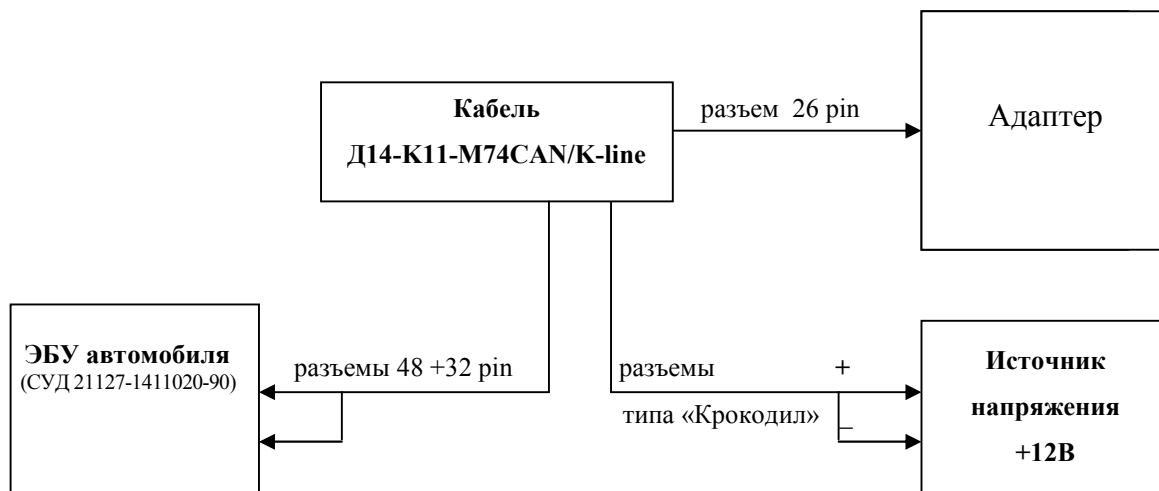

Рис. 1. Схема подключения
3.2 Подключить кабель Д14-K11-M74CAN/K-line к разъёмам ЭБУ и к адаптеру АМД по схеме (см. Рис.1);